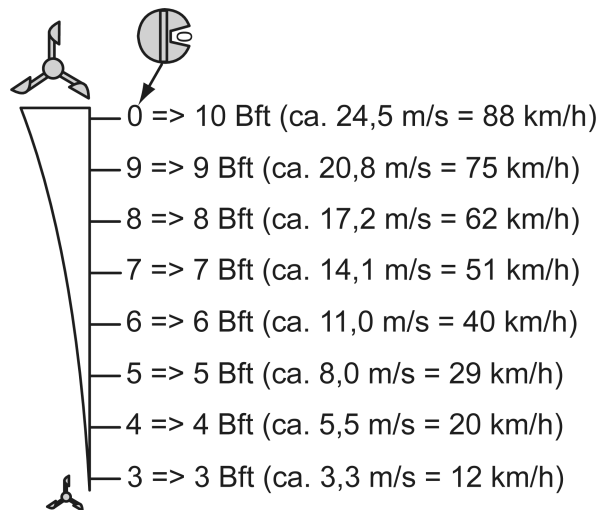

Figura 5: Impostazione della forza vento
- Con l'interruttore girevole (9) impostare la forza vento con la quale la tenda deve raggiungere la posizione finale di sicurezza (Vedi figura 5).